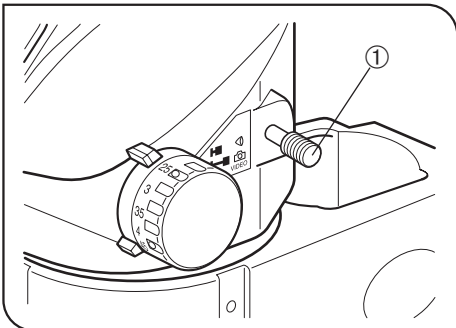

Fig. 11
(Fig. 11)
1. För observation genom okularets strålgång, trycker man in strålgångsväljarspaken ① till stoppläget. (Fig. 11)